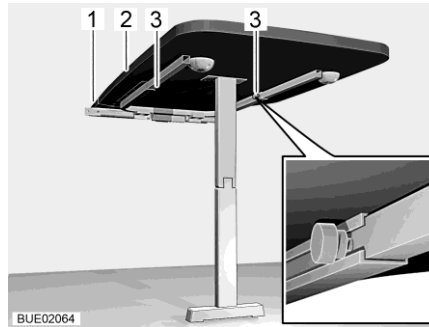

Bild 137 Hängbord med ledat stödben
- Lossa på två räfflade skruvar (Bild 137,3).
- Lyft upp bordsskivan (Bild 137,2) något framtill och drag ut den till stoppläget. Bordsförlängningen är nu helt utdragen.
- Lägg in förlängningsplattan (Bild 137,1) i bordsförlängningen.
- Lyft upp bordsskivan (Bild 137,2) något framtill och drag ut den.
- Ta ut förlängningsplattan (Bild 137,1) och lägg den på säker plats.